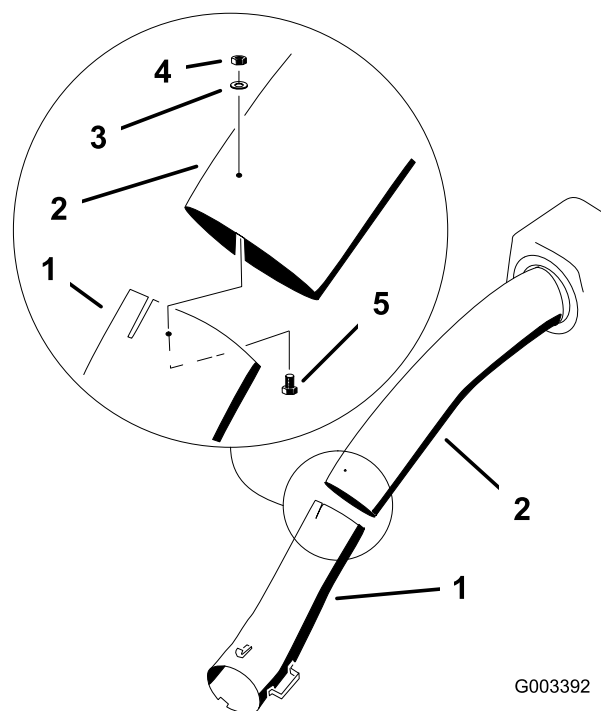

Figure 45
11. Réunissez les tubes supérieur et inférieur avec 3 boulons (n° 10 x 3/4 po), rondelles plates et contre-écrous, comme montré à la Figure 45.